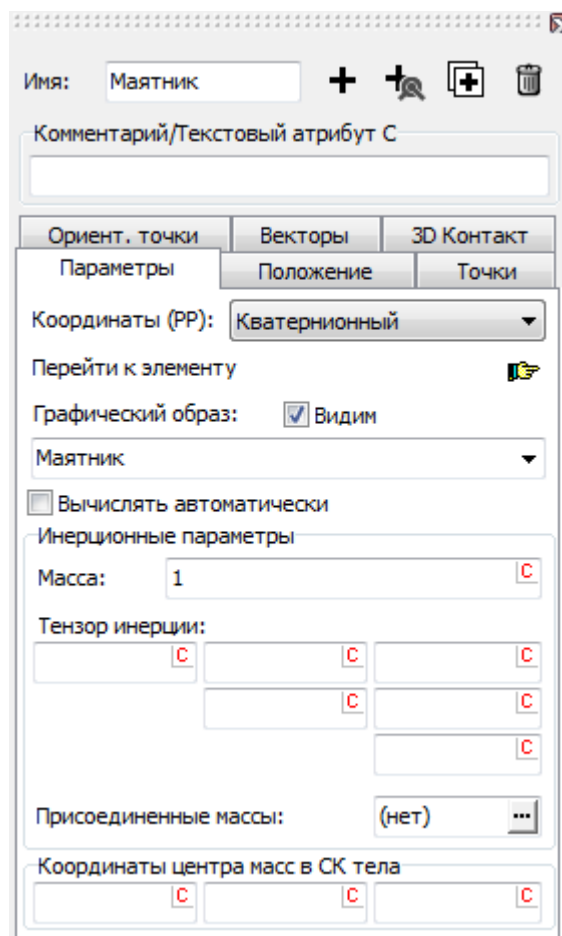

Рис. 1.10. Создание тела **Маятник**
5. В поле **Масса** поставьте 1 (кг), см. рис. 1.10.